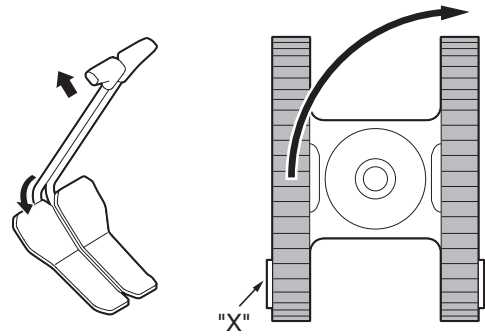

Figura 11
- Los giros sobre un eje (Figura 11) se efectúan al hacer girar únicamente una de las orugas hacia delante o hacia atrás. La máquina pivotará sobre la oruga inmóvil.